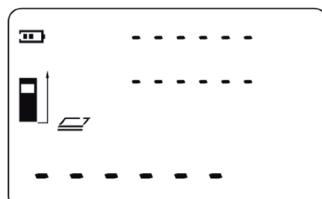

Abb. 8
1. Um in den Modus für Flächenmessungen zu gelangen, die Modus-Taste 4 betätigen; die blinkende Zeile im -Symbol zeigt die zu messende Länge an (Abb. 8).